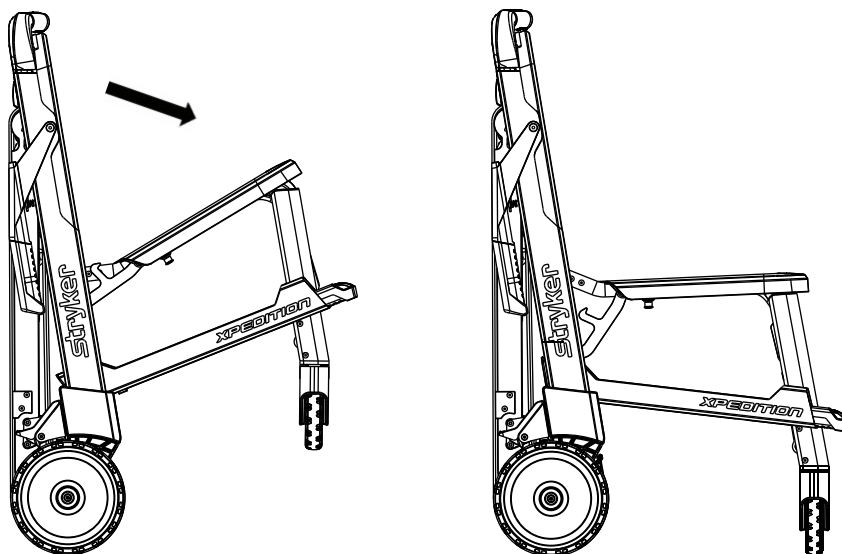

Figura 8 – Deplierea scaunului
3. Trageți scaunul în jos (Figura 8).